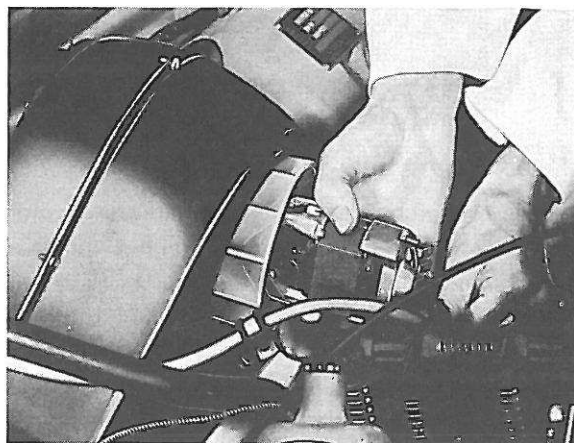

Figure 111. Démontage du moteur de ventilateur du climatiseur
3. Enlever les six vis de fixation du couvercle du moteur sur le boîtier du radiateur. Enlever également les deux écrous de fixation du couvercle sur le moteur. Déposer le couvercle, ensuite le moteur, voir figure 111.